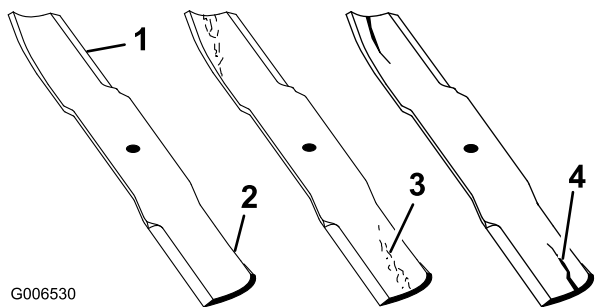

Figura 97
1. Inspeccione as extremidades de corte (Figura 97). Se as extremidades não estiverem afiadas ou estiverem amolgadas retire e afie as lâminas. Consulte Afiar as lâminas.
2. Inspeccione as lâminas, especialmente a área em curva (Figura 97). Se verificar quaisquer danos, desgaste, ou a formação de ranhuras nesta área (Figura 97), instale imediatamente uma lâmina nova.